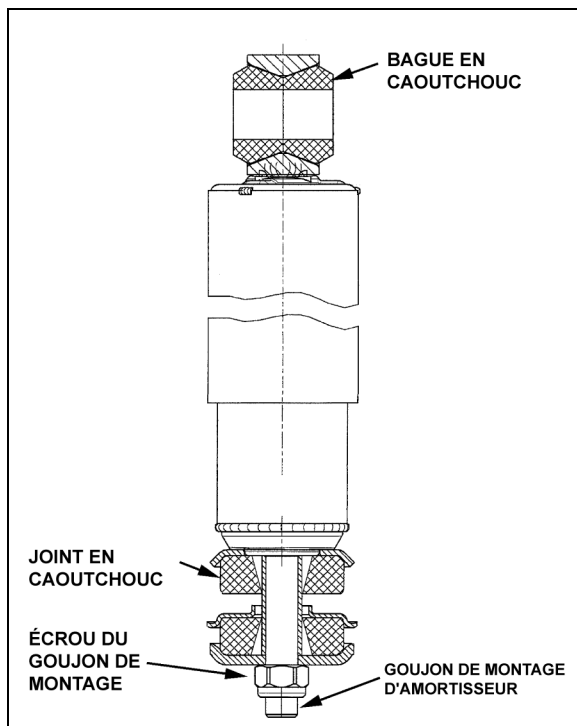

FIGURE 32: AMORTISSEUR
5. Poser l'amortisseur comme illustré à la Figure 32 avec le goujon de montage qui dépasse le trou dans le support de montage et les œillets d'amortisseur par-dessus les goupilles de montage. Poser la rondelle extérieure.